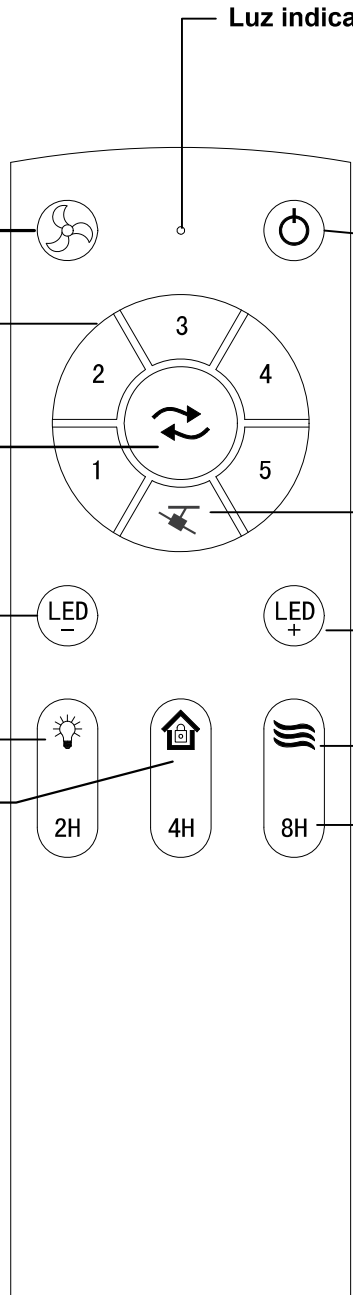

Figura 5
□ Funciones del mando a distancia: (Figura 5)